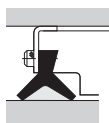

図1 SE形、SEB形のワイパ
- (1) LMローラーは、防塵が不完全で転動面に異物を噛み込みむと排除されにくくなっています。転動面やLMローラーを著しく損傷する場合がありますので、防塵には特に注意してください。
- (2) LMローラーの取付金具SE形、SEB形には、特殊ゴムのワイパがセットされていますので防塵効果を高めます。なお取付時に図1のようにダブルリップの間にグリースを封入するとより効果的です。